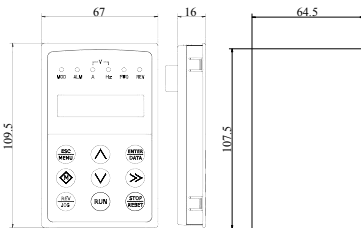

Рис.2-7 Монтажные размеры пульта управления
1. Наружный ввод дистанционного пульта управления EP-LCD2 не поддерживает установку держателя пульта, а только вмонтированный каркас с монтажными размерами согласно Рис.2-7.